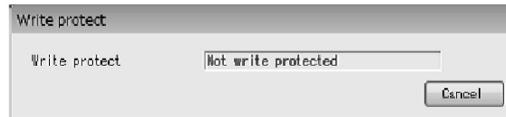

図28
- ⑩ ツールバーの  ボタン、またはメニューの「Chart and Recording」 - 「Active」をクリックするとチャート表示とデータロギングを終了します。
- ① 画面上部メニューの「Process Variables(V)」をクリックし、「Write protect」を選び再度クリックすると、次のウィンドウ(図28)が表示されます。